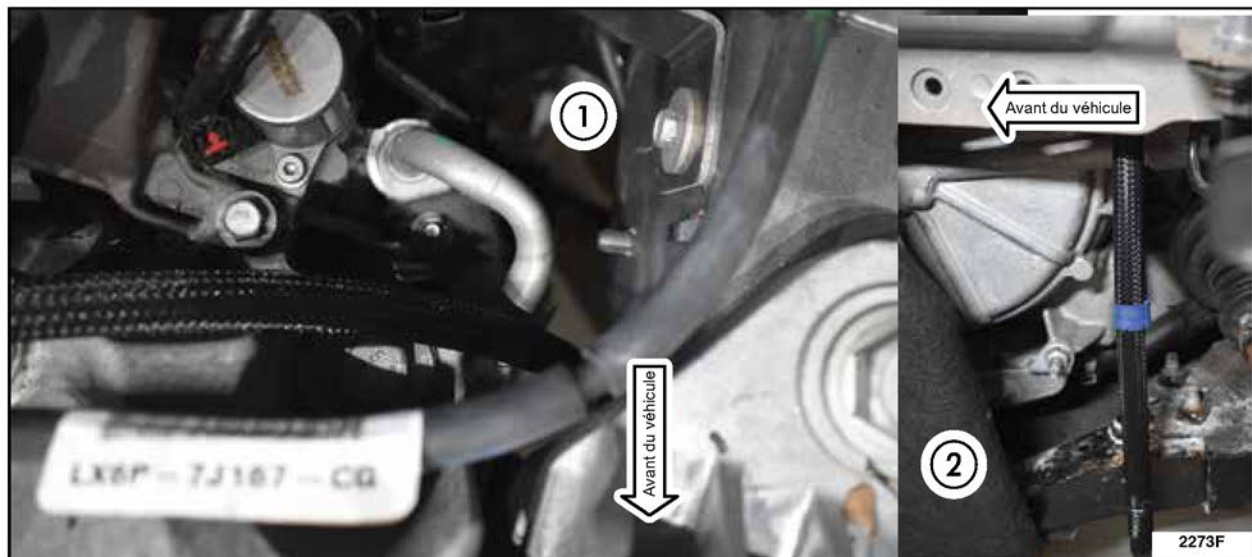

FIGURE 10
24. Faites passer l'extrémité du flexible en caoutchouc à travers le compartiment moteur jusqu'au passage de roue. Voir la figure 10.